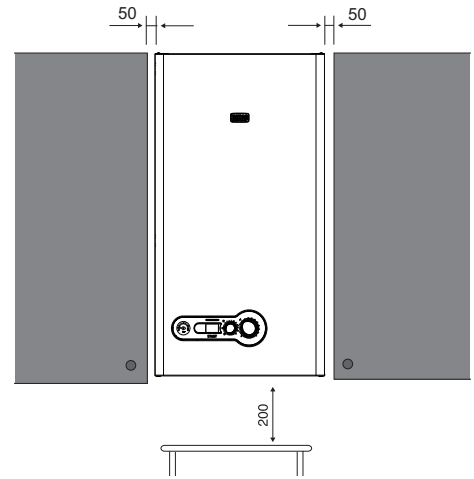

Fig. 4
2.1 锅炉安装 ( Fig.1–Fig.4)
- 至少为锅炉预留最小的防火与维护空间 (Fig.4)。